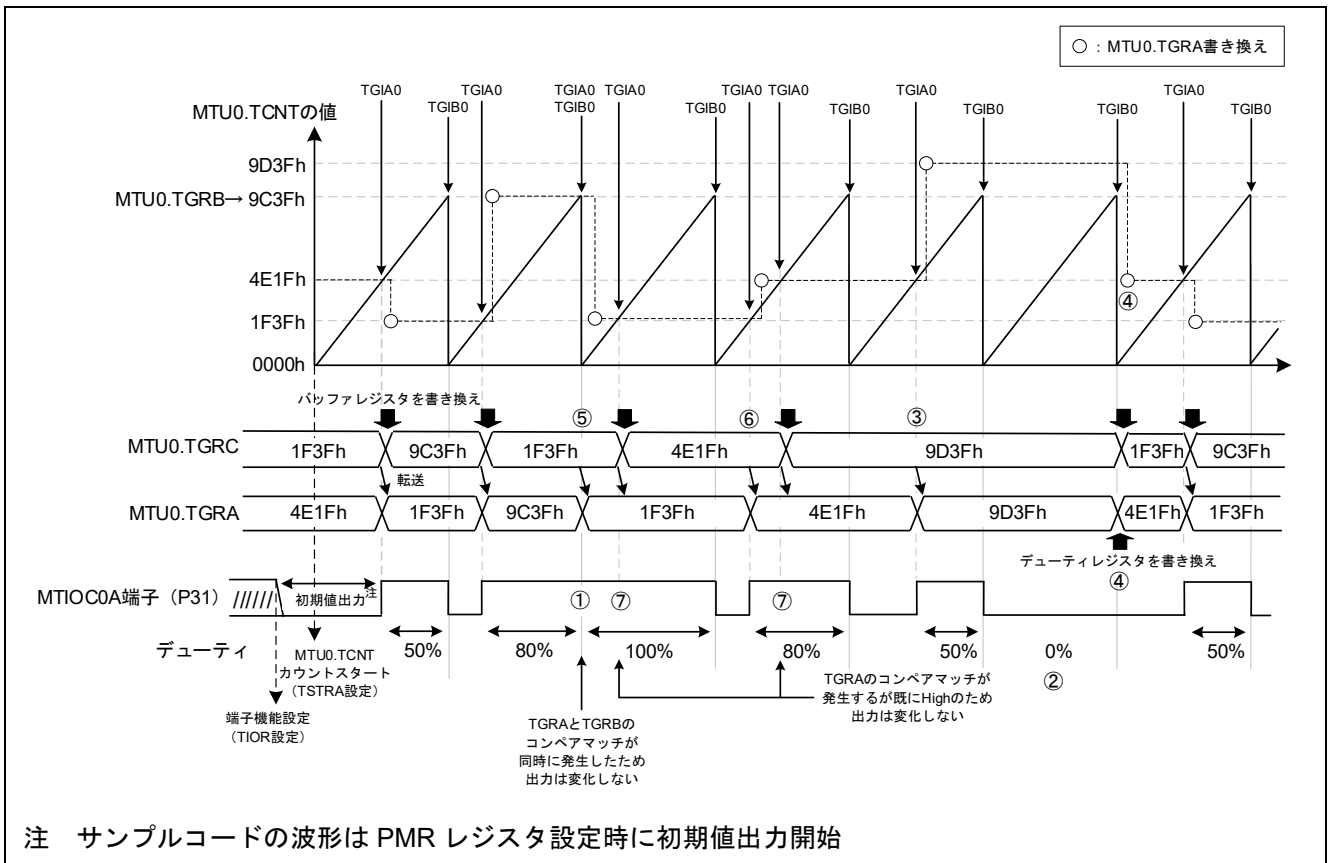

図 3-69 サンプルコードの動作
- デューティの変更タイミングの詳細は図 3-69 を参照
本サンプルコードの動作を図 3-69 に示します。周期ごとにデューティの設定を変更するため、デューティレジスタ TGRA のコンペアマッチ割り込み (TGIA0) でバッファレジスタ TGRC の値を書き換え、TGRA のコンペアマッチ発生時に TGRC の値をデューティレジスタ TGRA へ転送する動作を基本としています。
TGRA の値が TGRB と同じ場合、双方のコンペアマッチが同時に発生します。コンペアマッチが同時に発生すると出力は変化しないため、High を保持しデューティ 100%が出力されます (図 3-69 ①)。
TGRA の値が TGRB よりも大きい場合、TGRA のコンペアマッチが発生しないため Low を保持しデューティ 0%が出力されます (図 3-69 ②)。
1 周期期間 Low を継続しデューティ 0%を出力するために、TGRB よりも大きい値が TGRA に転送される TGIA0 の割り込みでは TGRC の値を書き換えません。TGIA0 発生時に TGRC の値を書き換えるタイミングを調整する必要があります (図 3-69 ③)。
デューティ 0%を出力した場合、TGRA が TGRB よりも大きいため TGRA のコンペアマッチが発生しません。そのため TGIA0 が発生しないので、バッファレジスタ TGRC の値を書き換えるタイミング、および TGRC の値を TGRA へ転送するタイミングがありません。デューティ 0%から 50%に切り替える場合は、TGIB0 発生時に TGRC レジスタと TGRA レジスタの値を直接書き換えます (図 3-69 ④)。
デューティ 100%から 80%へ切り替える場合、TGRB のコンペアマッチと同時に発生した TGRA のコンペアマッチを含め 2 回のコンペアマッチが発生するため、TGRC の値を書き換えるタイミングを調整する必要があります (図 3-69 ⑤)。
デューティ 80%から 50%へ切り替える場合、TGRA に現在の値よりも大きい値を設定します。これにより 1 周期に 2 回の TGRA コンペアマッチが発生するため、TGRC の値を書き換えるタイミングを調整する必要があります (図 3-69 ⑥)。
High 出力中に 2 回目の TGRA コンペアマッチが発生するため波形は変化しません (図 3-69 ⑦)。
バッファを使用せずに、図 3-69 と同様にデューティ 0%~100%の PWM 波形出力を行う場合の動作例を以下に示します。
詳細は、図 3-69 の⑥を参照してください。
詳細は、図 3-69 の④を参照してください。